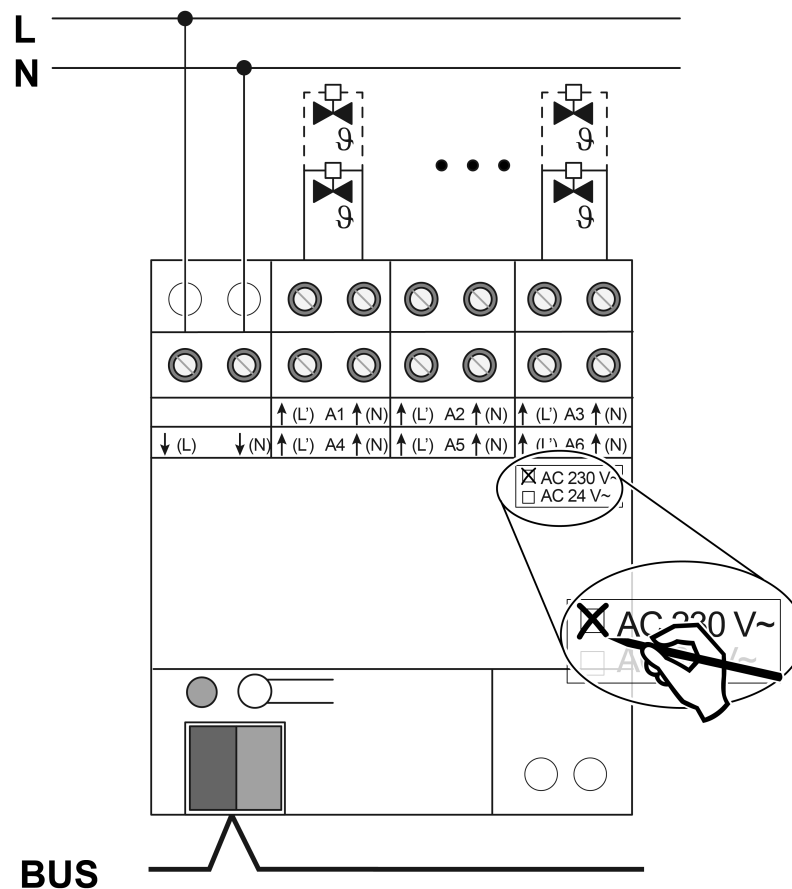

Figure 2: Raccordement de servomoteurs 230 V
- Raccorder les servomoteurs 230 V AC conformément au schéma de raccordement (voir figure 2).